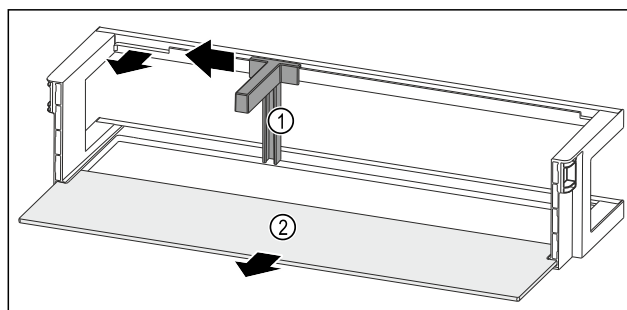

Fig. 147 Dveřní přihrádka s držákem lahví a odkládací plochou
- Držák lahví Fig. 147 (1) posuňte na stranu až k vybrání.
- Držák lahví Fig. 147 (1) odeberte.
- Odkládací plochu Fig. 147 (2) odeberte.